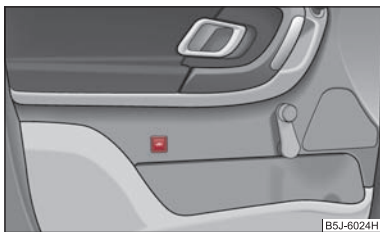

Abb. 31 Taste für Innenraumüberwachung und Abschleppschutzüberwachung
- Drücken Sie die Taste  an der Fahrertür ⇒ Abb. 31.